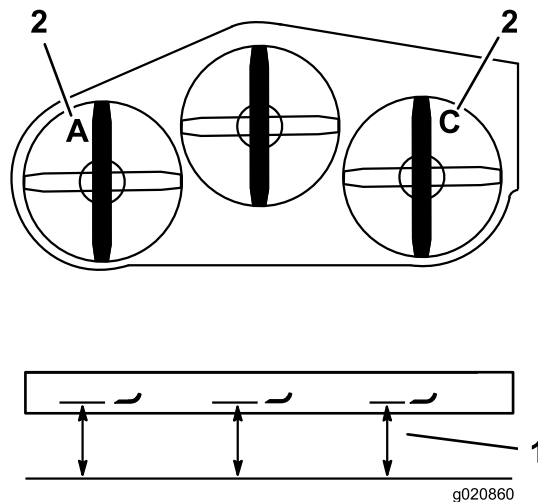

Figure 85
3. Mesurez et notez la distance au point **A** entre la surface plane et le tranchant de la pointe de la lame gauche (Figure 85).
4. Mesurez et notez la distance au point **C** entre la surface plane et le tranchant de la pointe de la lame droite (Figure 85).
7. Ajustez les boulons de réglage dans les chapes, aux points **A** et **C** pour obtenir la hauteur correcte (Figure 85).
3. Mesurez et notez la distance au point **C** entre la surface plane et le tranchant de la pointe de la lame droite (Figure 85).